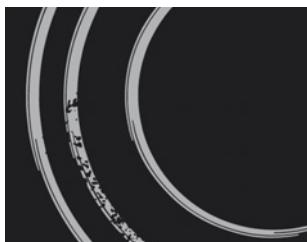

рис. 5
■ **Сахар и сладкие блюда** могут сильно повредить стеклокерамическую поверхность (рис. 5), поэтому во избежание повреждения поверхности немедленно удаляйте их с помощью скребка, даже если варочная поверхность еще не остывла (рис. 4).